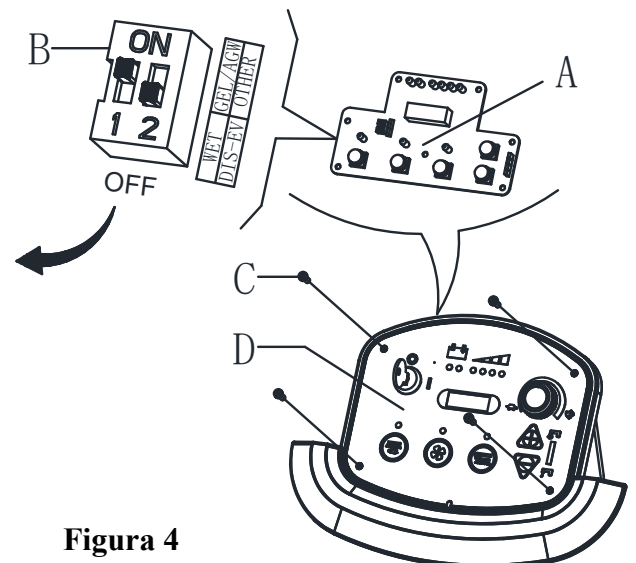

Figura 4
La instalarea noilor baterii, vă rugăm vedeți figura 4 pentru ajustarea comutatoarelor DIP. În caz contrar e posibilă deteriorarea bateriilor.
- Rotiți cheia de contact (35) pe poziția "I" și în primele secunde de funcționare a mașinii fiți atenți la următoarele:
- Dacă primul led de avertizare verde (38) licărește, mașina este setată pe GEL / AGM.
- Dacă ledul de avertizare galben (37) licărește, mașina este setată pe "Descoperă EV AGM".
- Dacă ledul de avertizare roșu (36) licărește, mașina este setată pe umed WET.
- Scoateți șuruburile de pe panoul de comandă (C, Figura 4), apoi deschideți placa de circuite imprimate (A, Figura 4) ca să găsiți comutatorul DIP (B, Figura 4) pentru a seta tipul bateriei (umed WET sau Descoperă EV AGM sau GEL / AGM), (Vedeți 1 sau 2 sau 3).